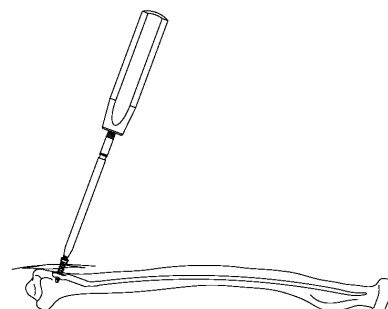

図 32
- 1) ヘクスローブ 10 ドライバーで 3.5 ロッキングキャンセラスクリューを抜去します。(図 32)